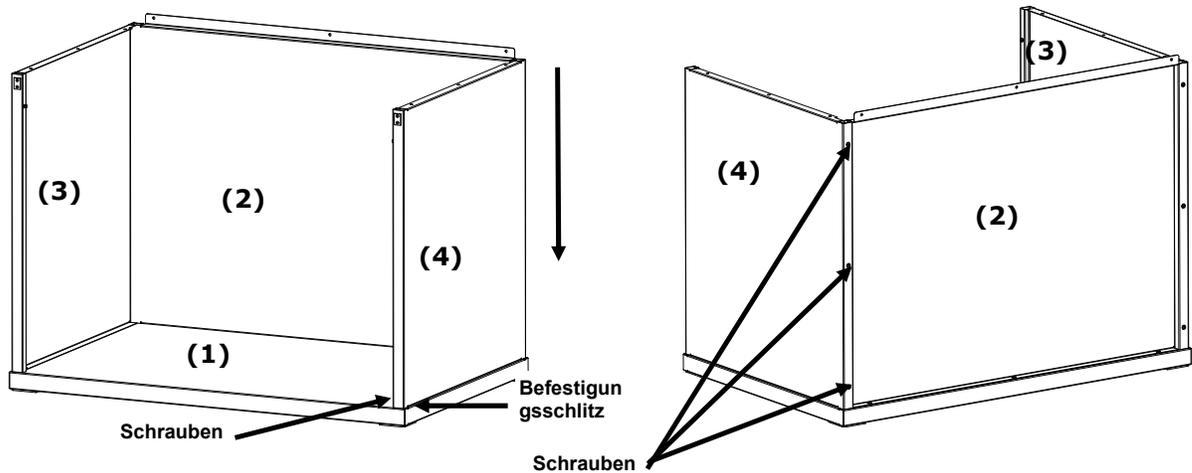

Abbildung 4. Befestigung der rechten Seitenwand an Rückwand und Bodenplatte
- Platzieren Sie die rechte Seitenwand (4) mit der glatten Seite nach außen über der Oberkante der Rückwand (2).
- Schieben Sie die rechte Seitenwand (4) entlang der verriegelnden Schiene, bis die oberen Einkerbungen der rechten Seitenwand (4) in die Bodenplatte einrasten (1). Befestigen Sie die rechte Seitenwand (4) auf der Bodenplatte und Rückwand, indem Sie die beiden Flügelschrauben wie in Abbildung 4 dargestellt anziehen.